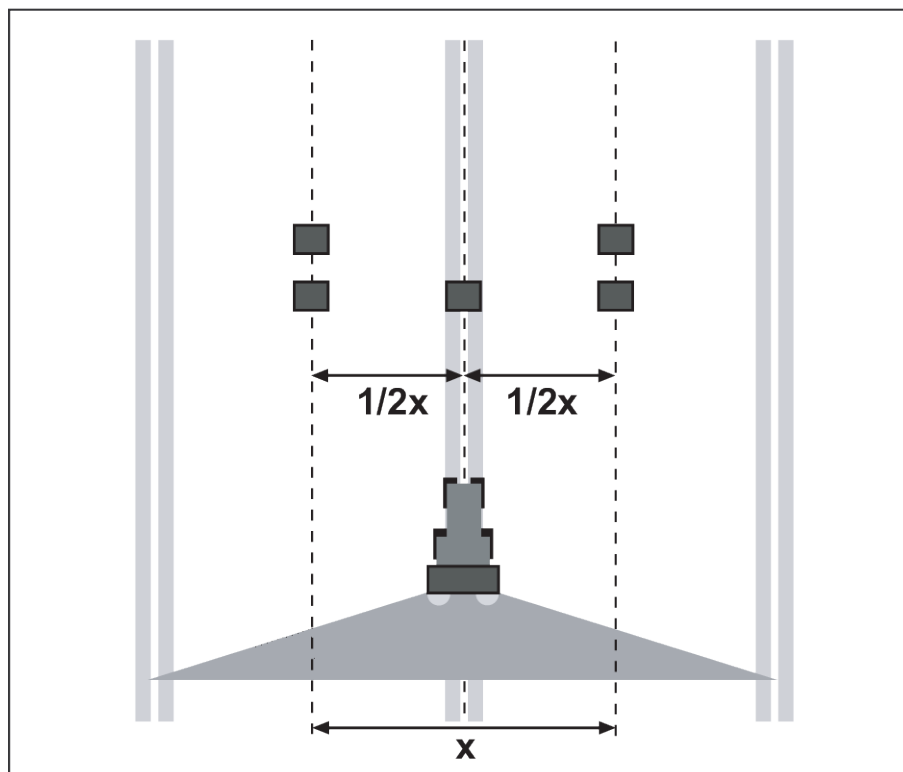

Abb. 34: Aufstellung für eine Überfahrt
- ▶ Je zwei Auffangschalen im Abstand von **1 m** hintereinander in den Überlappungszonen (zwischen den Fahrgassen) und eine Auffangschale in der Fahrspur aufstellen (entsprechend Abb. 34)